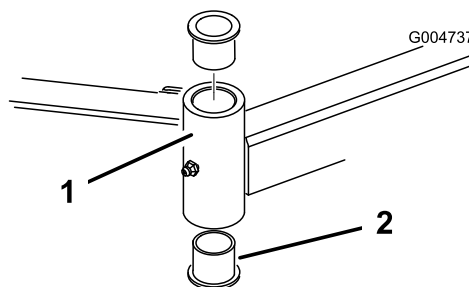

Figure 22
- Insérez un chasse-goupille dans le haut ou le bas du tube de montage et chassez la bague hors du tube (Figure 22). Chassez ensuite l'autre bague. Nettoyez l'intérieur des tubes de montage.